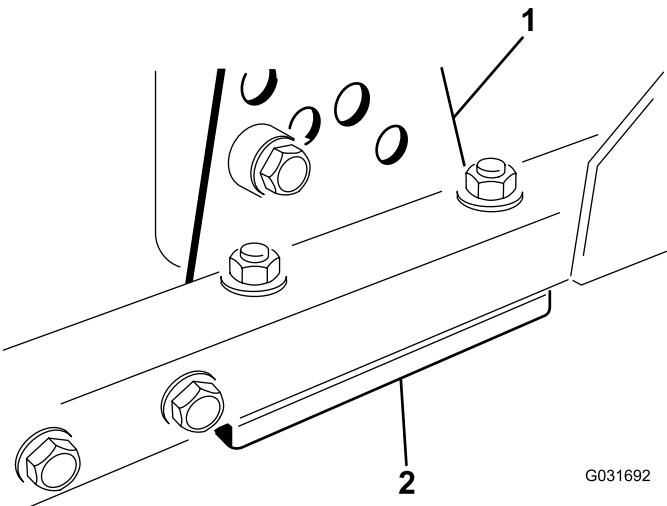

Figura 65
1. Retire o suporte da altura de corte (frente, esquerda ou direita) da estrutura da plataforma (Figura 65).
2. Ajuste os calços de 1,5 mm e/ou de 0,7 mm entre a estrutura da plataforma e o suporte para obter a definição de altura pretendida (Figura 65).